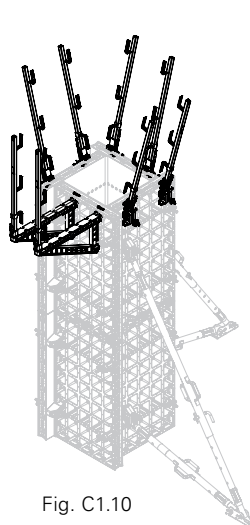

Fig. C1.10
V. capitolo B4 Mensole e piattaforme di servizio e di getto. (Fig. C1.10 + C1.11)